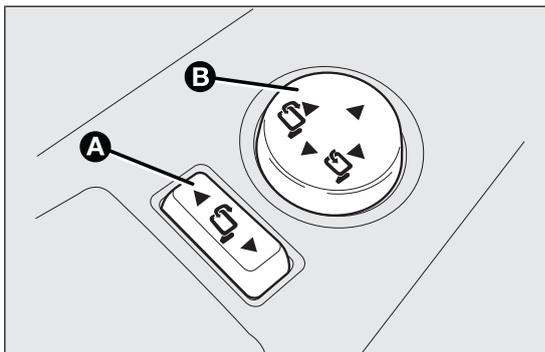

fig. 38
- colocar el selector A fig. 38 en la posición neutra (ningún espejo seleccionado);
- plegar el espejo actuando en las posiciones laterales del joystick B fig. 38;